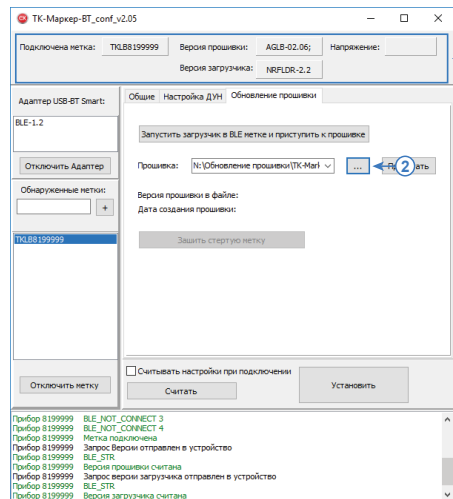

Рис. 15. Чтение файла обновлений.
- Подключить метку TK-Маркер-ВТ в программе «TK-Маркер-ВТ_conf». Убедиться, что в программу считаны параметры метки (Рис.15, п.1).
- Нажать кнопку справа от поля «Прошивка» (Рис.15, п.2) и выбрать файл формата .eraw с обновлениями.